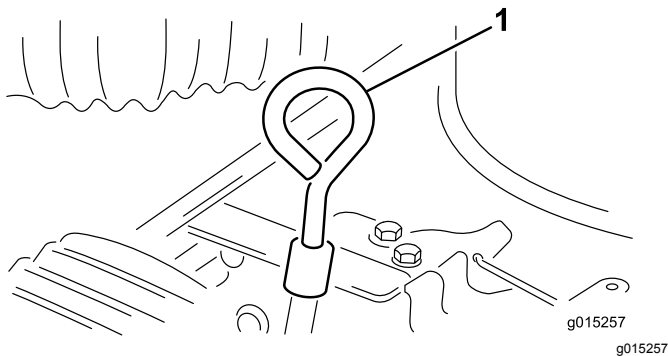

図 8
2. 給油口からゴミが入ってエンジンを傷つけないように、ディップスティックの周囲をウェスできれいに拭く **図 8**。